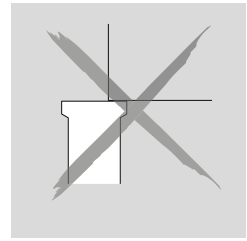

Abb. 11.1.2
- Last nie einseitig auf dem Kopf anheben (Abb. 11.1.2).